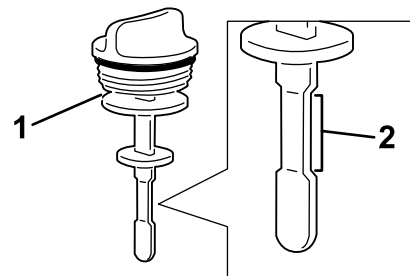

Bild 22
4. Entfernen Sie den Ölpeilstab vom Einfüllstutzen und prüfen Sie den Ölstand. Der Ölstand sollte zwischen den beiden Marken am Peilstab liegen (Bild 22).